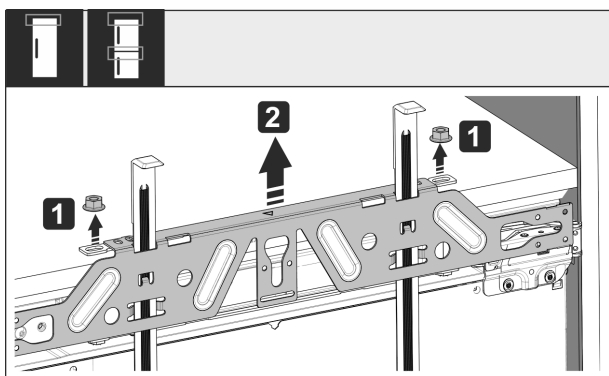

Fig. 53
- ▶ Desserrer les contre-écrous Fig. 53 (1).
- ▶ Retirer la traverse de fixation Fig. 53 (2).